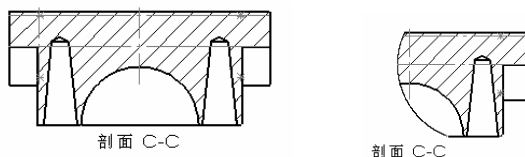

图 14-37 生成剪裁视图
- ❶ 激活需要裁剪的视图。
- ❷ 用草图绘制工具绘制封闭轮廓，如圆、封闭不规则曲线等。
- ❸ 单击“工程图”工具栏上的 （剪裁视图）按钮，或选择菜单栏中的“插入”→“工程视图”→“剪裁视图”命令，封闭轮廓线以外的视图消失，生成剪裁视图，如图 14-37 所示。